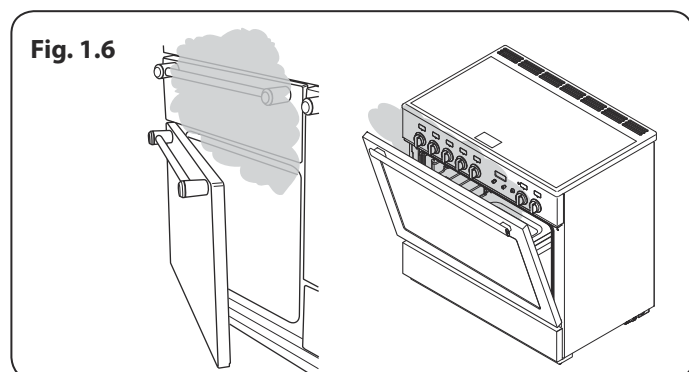

Fig. 1.6
- Vid tillagning av mat som innehåller mycket vatten kan ånga strömma ut när ugnsluckan öppnas (**Fig. 1.6**). Se till att du inte står för nära när du öppnar ugnen och vänta tills eventuell ånga har strömmat ut.